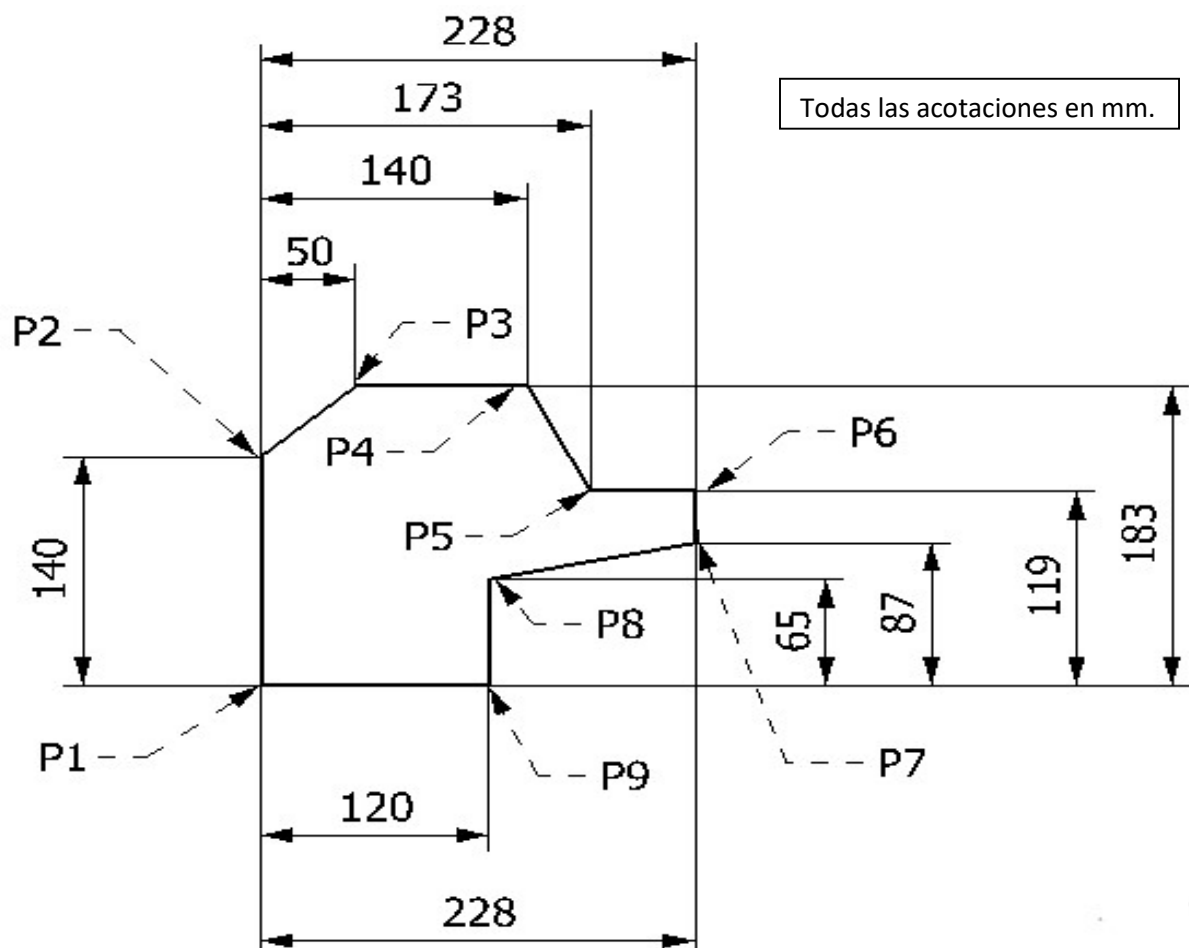

Figura 2
- 4) Verifica el código de control numérico de acuerdo el plano del componente que se muestra en la figura 2